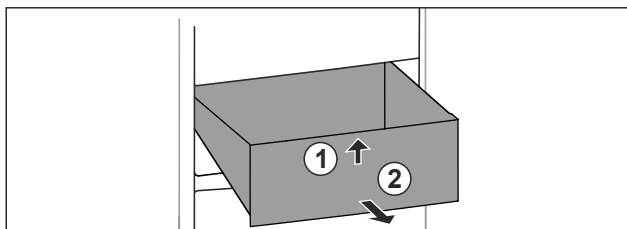

Fig. 100
- ▶ Приподнимите выдвижной ящик спереди. Fig. 100 (1)
- ▶ Извлеките выдвижной ящик движением вперед. Fig. 100 (2)